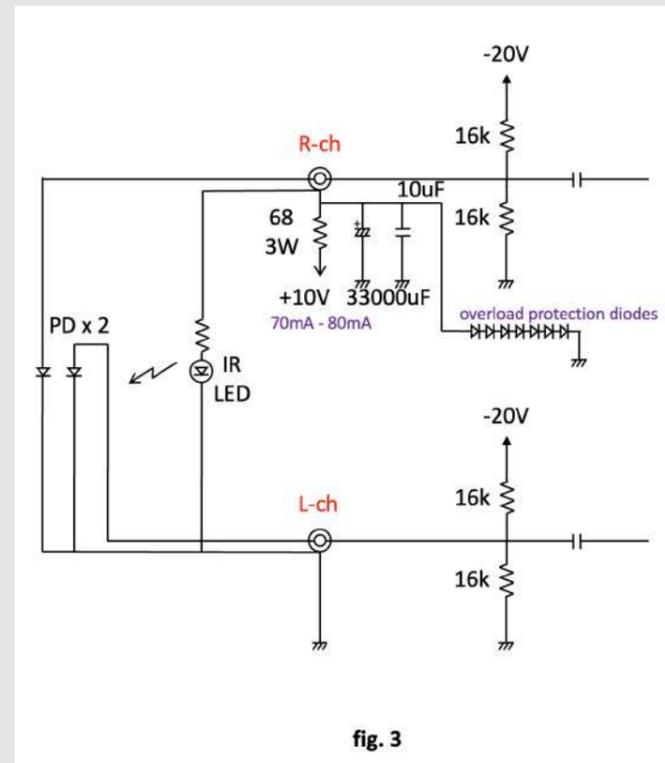

fig. 3
**A** DS Audio の光カートリッジ内部では、光源の赤外線 LED とフォトダイオード PD が、fig 3 のように繋がっています。